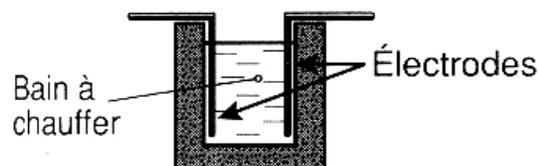

Figure 2.5 – Chauffage d'eau par conduction
- chauffage de l'eau par conduction (figure 2.5).